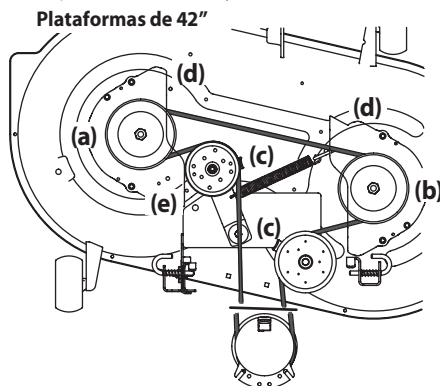
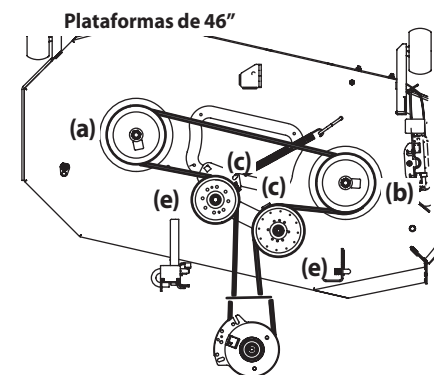
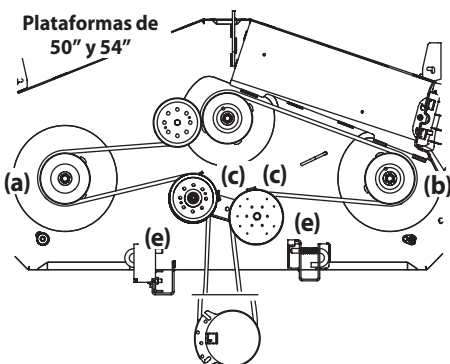

Figura 4-17
Figura 4-18
Figura 4-19
2. Afloje, pero no quite los accesorios a la derecha (a) y a la izquierda de la polea loca (b). Consulte la Figura 4-17 para las plataformas de 42 in, la Figura 4-18 para las plataformas de 46 in y la Figura 4-19 para las plataformas de 50 y 54 in.